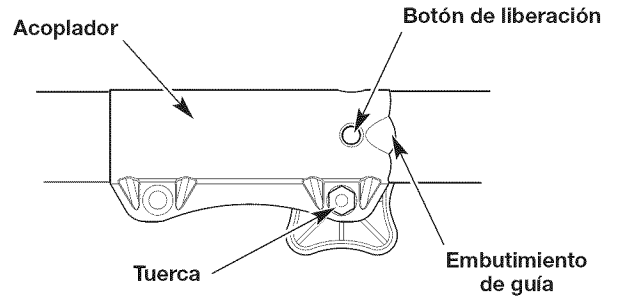

Fig. 3
NOTA: La alineación del botón de liberación con el embutimiento de guía ayudará en la instalación (Fig. 3).
NOTA: No ajuste demasiado la tuerca (Fig. 3).
2. Oprima y mantenga apretado el botón de liberación (Fig. 3).